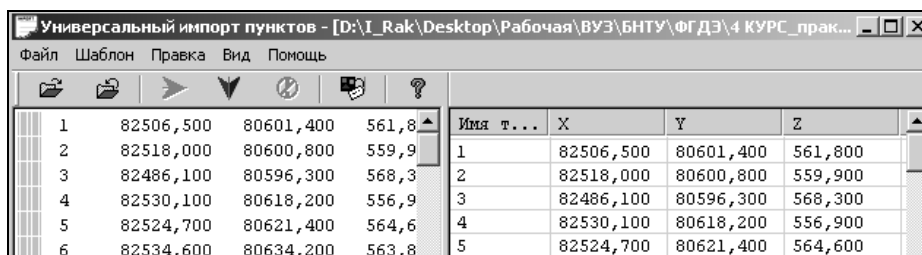

Рис. 3.8. Окно «Универсальный импорт пунктов»
4. В диалоговом окне ОТКРЫТЬ укажите путь к папке «Исходные данные» и в ней файл «Откос.txt». Нажмите ОТКРЫТЬ и ОК, откроется окно утилиты УНИВЕРСАЛЬНЫЙ ИМПОРТ ПУНКТОВ (рис. 3.8).
5.2. В меню ПРАВКА последовательно выберите команды ВЫБРАТЬ ВСЕ (левая панель) и КОНВЕРТИРОВАТЬ (добавление). В правой панели назначьте имена столбцам согласно рис. 3.8. Для этого щелкните правой клавишей мыши на заголовке столбца и из контекстного меню выберите необходимый пункт.